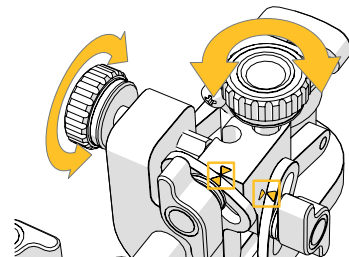

Abbildung 3: Einstellen des Rads für die Pfeilausrichtung.
4. Stellen Sie die Rotationseinstellknöpfe so ein, dass die eingezeichneten Pfeile in Abbildung 3 übereinstimmen. Die Grundposition des Arms wird durch Ausrichten der Pfeilspitzen erreicht.